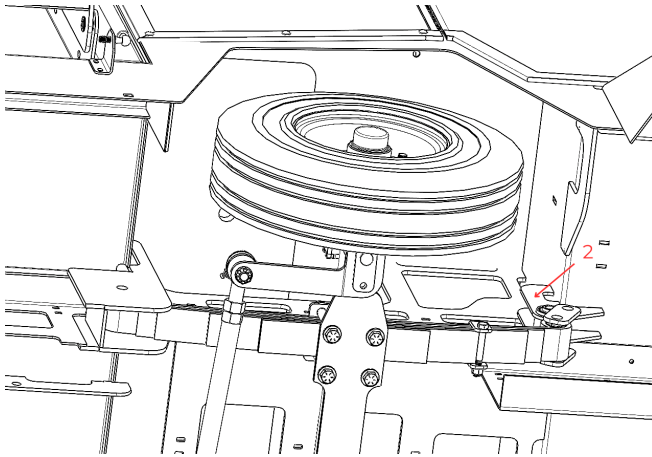

Figure 13. Plaques de montage de la suspension avant.
- Plaques de montage de la suspension avant (2) (voir figure 13).